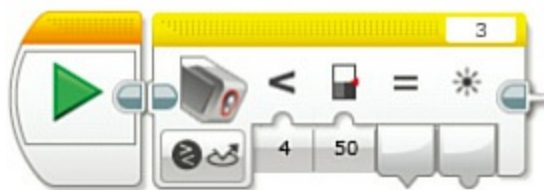

图7.19 有多种方法来比较光线
3. 单击“反射光强度”选项，因为它对于我们的机器人是最有意义的。你的模块会立即显示出一些更多的选项，如图7.19所示。